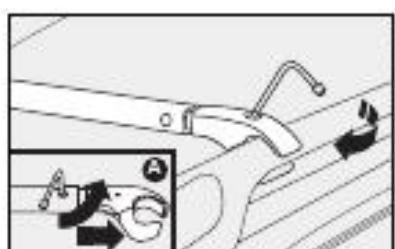

fig. 109
3) Apertar os parafusos Allen de fixação das barras utilizando para tal a chave "L" específica fig. 109.
Para proporcionar uma maior facilidade de instalação, as barras transversais possuem uma regulagem telescópica que possibilita alterar o seu comprimento - detalhe A-fig. 109. É importante lembrar, contudo, que a instalação das barras sempre deverá ser feita respeitando a numeração estampada nas mesmas.